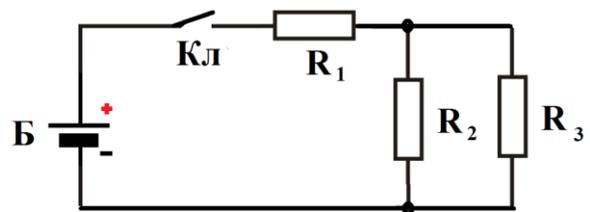

Рис. 2.
- **Простейшая разветвленная цепь** изображена на рисунке 2. В ней имеются три ветви и два узла. В каждой ветви течёт свой ток. В свою очередь узел есть точка цепи, в которой сходятся не менее трёх ветвей. Если в месте пересечения двух линий на электрической схеме поставлена **точка** (рис. 2), то в этом месте есть электрическое соединение двух линий, в противном случае соединения нет.